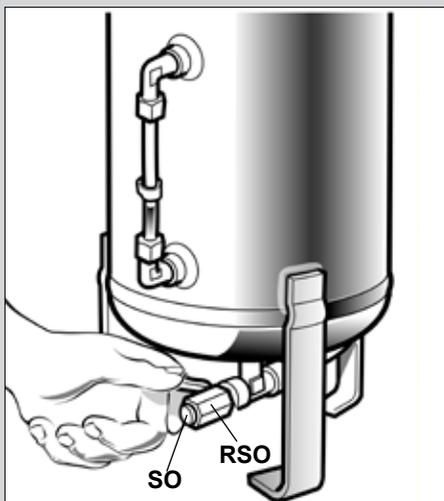

Fig. 25
- Når udledningen er forbi, lukkes hanen **RSO** igen (**fig. 25**)